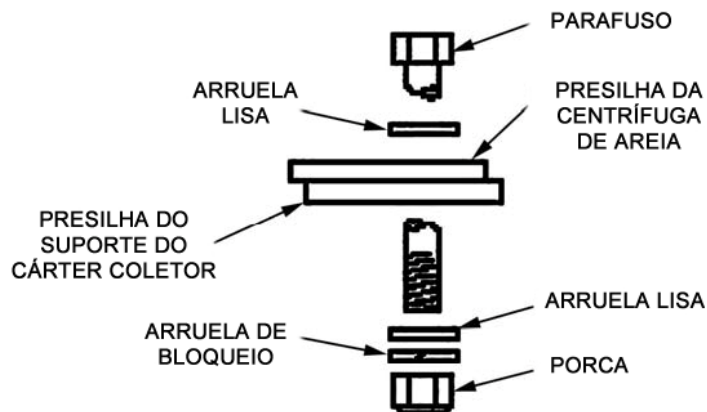

Figura 3-9 Sequência de Instalação de Ferragens
13. Alinhe os furos das presilhas de montagem da centrífuga de areia com os furos na parte superior do chassis intermediário. Instalar, mas não aperte, metade das ferragens retidas na etapa 3. Insira ferragens através da centrífuga de areia e do chassis intermediário na seqüência mostrada na Figura 3-9.
14. Alinhe os furos das abas de montagem da centrífuga de areia com os furos no lado do cártter coletor. Instale o restante que foi retido na etapa 3 através das peças na seqüência mostrada na Figura 3-9. Aperte todas as ferragens para prender a centrífuga de areia ao cártter.